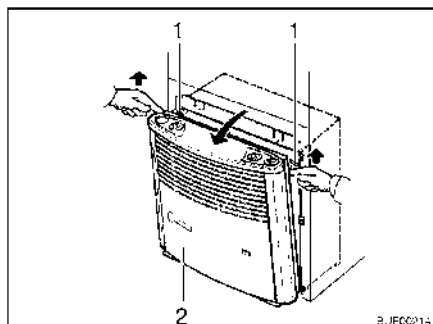

Fig. 113 Retirer habillage du chauffage
- Enlever l'habillage du chauffage (Fig. 113,2). Pour ce faire, tirer le haut de l'habillage vers l'avant, presser les ressorts de retenue (Fig. 113,1) latéralement vers le haut et rabattre l'habillage vers l'avant.